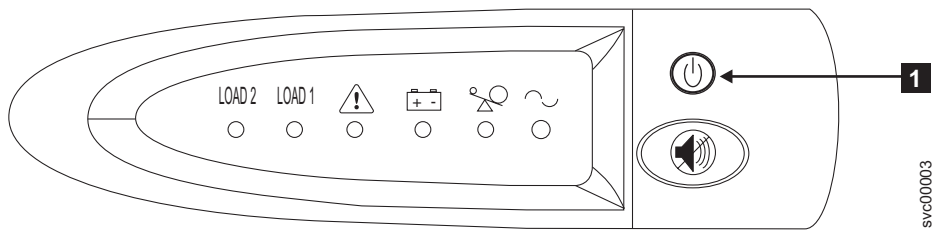

図 307. 2145 UPS-1U のフロント・パネル・アセンブリー
1. 2145 UPS-1U の前面で、電源ライトが消えるまで (約 5 秒間)、「オン/オフ」ボタン (358 ページの図 307 の **1**) を押し続けます。2145 UPS-1U の一部のバージョンでは、オン/オフ・ボタンを押すために、ねじ回しのような先の尖った道具が必要な場合があります。2145 UPS-1U は待機モードになります。